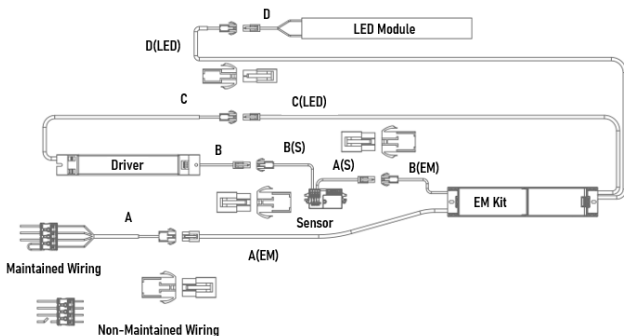

Fig. 3
- See Fig. 3 for wiring diagram